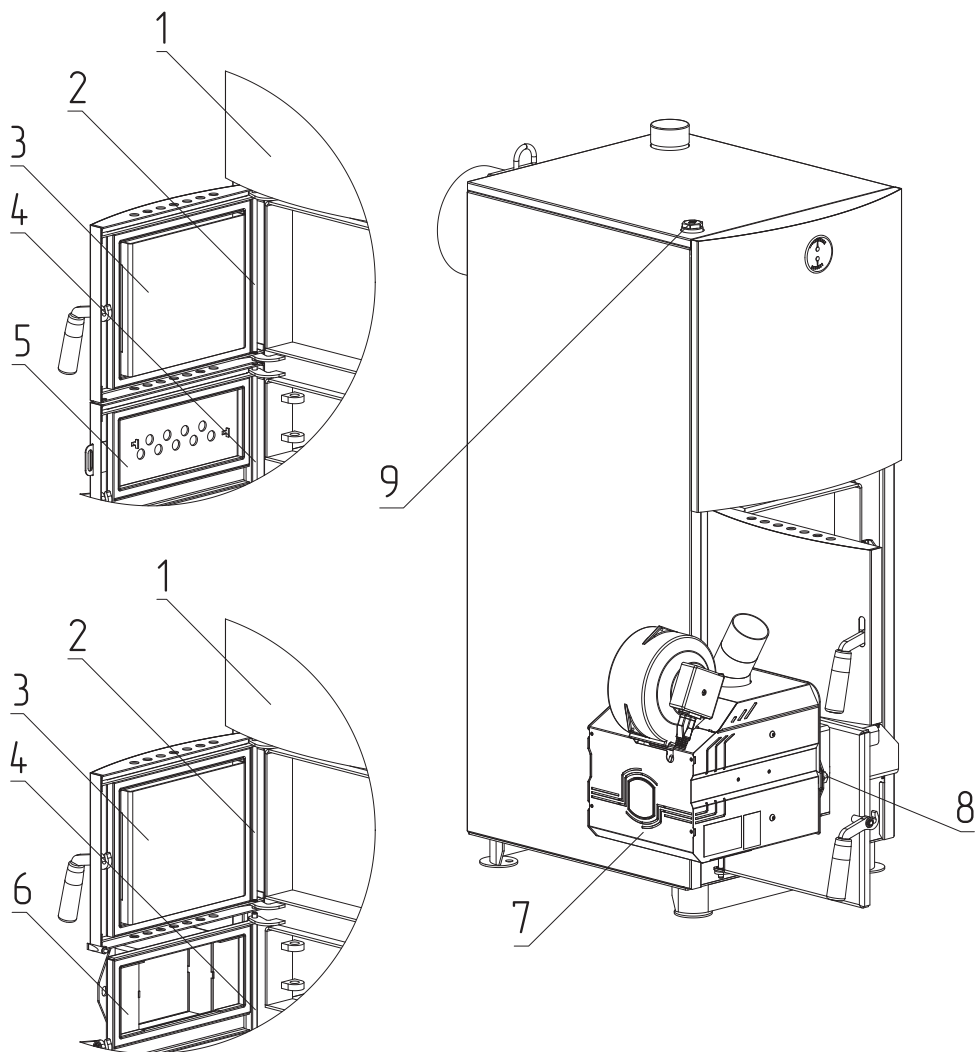

Рис.13 Порядок установки двери на твердотопливные котлы ZOTA Mix 40 и ZOTA Mix 50
- Снимите панель (**Рис.13, поз.1**);
- Извлеките ось (**Рис.13, поз.2**);
- Снимите дверцу загрузочную (**Рис.13, поз.3**);
- Извлеките ось дверцы зольной (**Рис.13, поз.4**);
- Снимите зольную дверцу (**Рис.13, поз.5**);
- Установите адаптер горелки (**Рис.13, поз.6**);
- Зафиксируйте его осью (**Рис.13, поз.4**);
- Установите дверцу загрузочную (**Рис.13, поз.3**);
- Установите ось загрузочной дверцы (**Рис.13, поз.2**);
- Установите на место панель (**Рис.13, поз.1**);
- Установите горелку (**Рис.13, поз.7**) на котел;
- Зафиксируйте горелку гайками (**Рис.13, поз.8**);
- Для установки гильзы под датчики температуры и перегрева снимите пробку или тягорегулятор (если установлен) и установите гильзу (**Рис.13, поз.9**) в освободившееся отверстие.